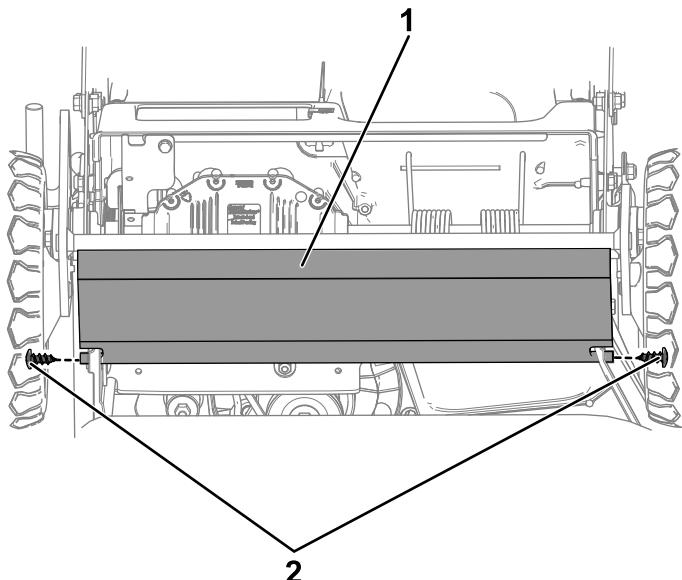

Figura 48
9. Rimuovete la protezione di traino rimuovendo i 2 bulloni che la fissano in posizione (Figura 48).